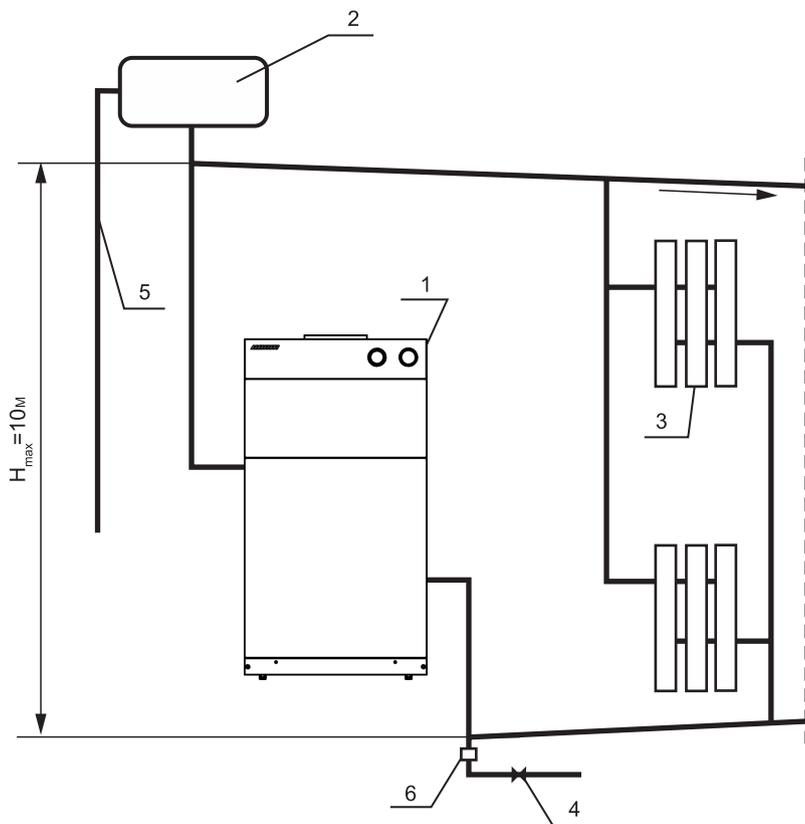

Рис. 2.
- 6.7. В открытой системе расширительный бачок устанавливается в верхней точке главного стояка, желательнo в отапливаемом помещении. Запрещается устанавливать вентиль на сигнальной трубе (см. рис. 2, 3).